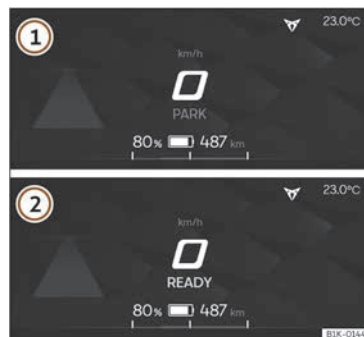

Fig. 8 Pantalla do Digital Cockpit
- Co sistema de propulsión conectado, o Digital Cockpit amosa o velocímetro / indicador de velocidade >>> **fig. 8**